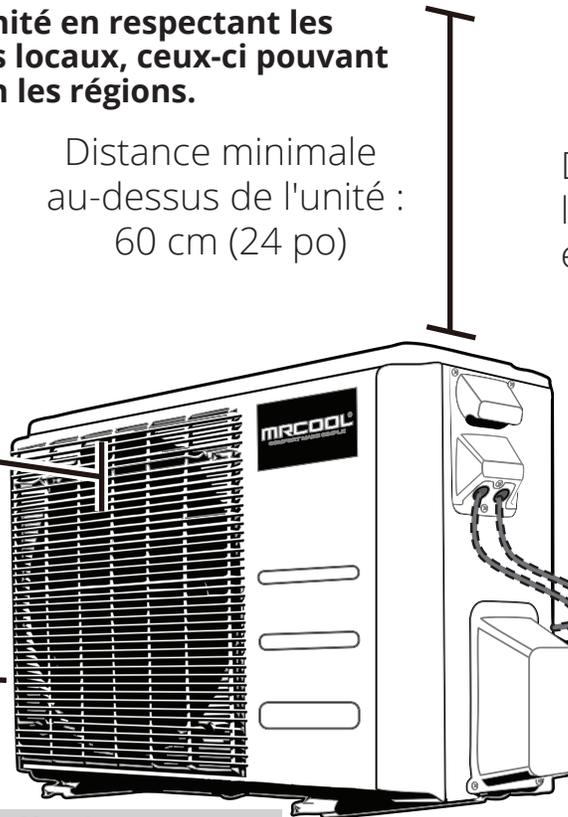

Fig. 4.1
- ✓ Répond à toutes les exigences en matière d'espace indiquées dans l'illustration ci-dessus (Fig. 4.1)